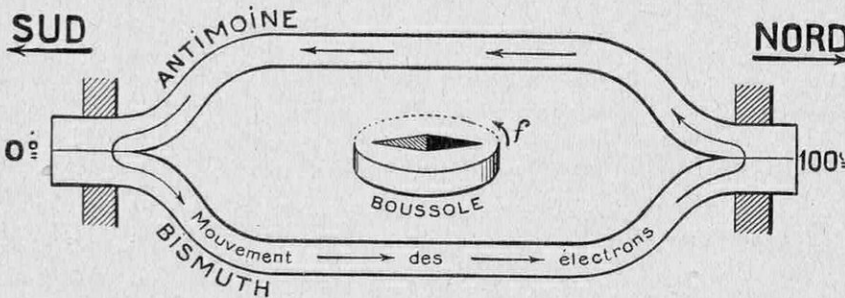
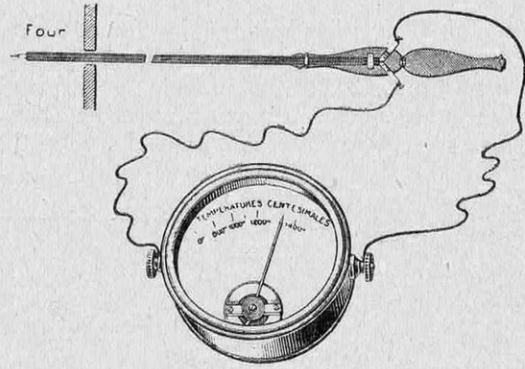

FIG. 2. — LE PLUS SIMPLE DES APPAREILS THERMOÉLECTRIQUES (SUITE)
FIG. 3. — COUPLE THERMOÉLECTRIQUE
Couple thermoélectrique. — Dans cet appareil (fig. 3), la soudure chaude est directement introduite dans le four et tout le reste du circuit est à la température ambiante. Pour atteindre (sans fusion ni combustion) des températures de 1.500° ou 1.600°, on utilise le couple formé par du platine pur, d'une part, et, d'autre part, par un alliage (dit « platine rhodié ») platine (90 %) - rhodium (10 %) ; ces fils sont montés sur une canne en nickel, avec manche de bois et isolants en terre réfractaire. La boussole de la figure 2 est remplacée par un galvanomètre industriel (fig. 3), à lecture directe et sur lequel, grâce à un étalonnage préalable, on peut lire immédiatement la température centésimale du four où la soudure chaude est plongée ; il n'y a, d'ailleurs, aucun inconvénient à ce que tout le reste du circuit soit en cuivre, puisque tout le cuivre, le contact cuivre-platine et le contact cuivre-platine rhodié sont à la température de la pièce.
noirci ; la seule précaution à prendre, c'est que l'image déborde le disque, ce dont on s'assure au moyen du viseur (1). De même qu'une loupe, au soleil, peut enflammer un morceau de papier noir, de même l'énergie rayonnante émise par le four échauffera le disque *D*, tout contre lequel se trouve une soudure fer-constantan, comme le montre la coupe (fig. 4). Cette pile thermoélectrique communique avec les deux bornes d'un galvanomètre industriel analogue au précédent (fig. 3) et on lit directement la température sur un cadran.
plus faibles que celui qui passe dans l'appareil rudimentaire de notre figure 2 ;
La pile thermoélectrique (fer constantan) est soudée au disque métallique D noirci ; on reçoit, sur ce disque, les rayons émanés d'un four. La soudure s'échauffe, il passe un courant et on lit la température sur un galvanomètre analogue à celui de la figure 3.